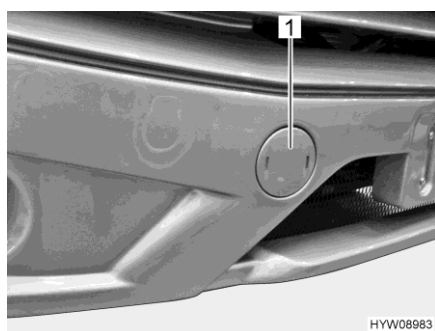

Fig. 40 Cubierta (alojamiento de la argolla de remolque)
- Retirar la tapa (Fig. 40,1) usando un destornillador como palanca.